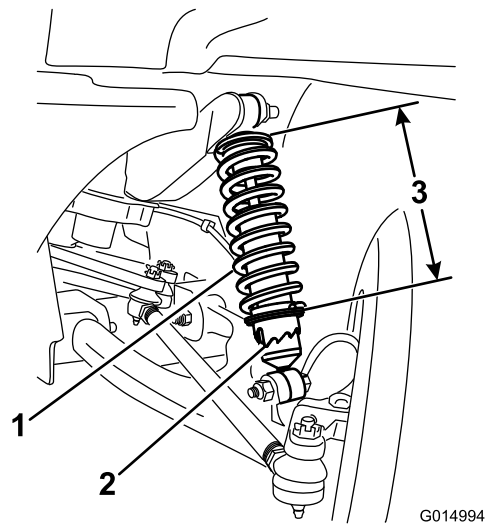

Рисунок 43
3. Используя инструмент Того6010, поверните кольцо на амортизаторе, чтобы изменить длину пружины (Рисунок 43).